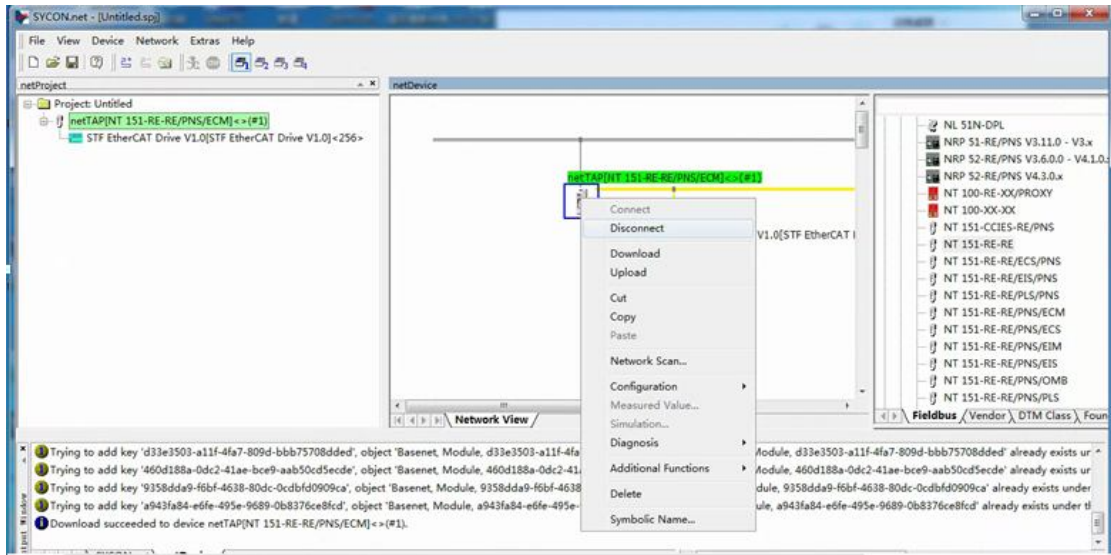

图 5.10 断开在线连接
(8) EtherCAT 侧的参数配置好后，右击网关图标，选择“Disconnect”断开连接，参考图 5.10。